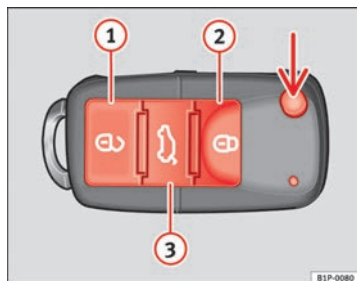

Abb. 64 Tastenbelegung
Mit der Taste  $\Rightarrow$  Abb. 64 (Pfeil) der Fernbedienung wird der Schlüsselbart ausgeklappt.
Fahrzeug entriegeln  $\Rightarrow$  Abb. 64 ①.
Fahrzeug verriegeln  $\Rightarrow$  Abb. 64 ②.
Heckklappe entriegeln. Die Taste  $\Rightarrow$  Abb. 64 ③ betätigen, bis alle Blinkleuchten am Fahrzeug kurz aufleuchten. Nach Drücken der Entriegelungstaste  $\Rightarrow$  Abb. 64 ③ können Sie die Heckklappe innerhalb von 2 Minuten öffnen. Nach Ablauf dieser Zeit wird die Heckklappe wieder verriegelt.
Zudem blinkt die Batterie-Kontrollleuchte des Schlüssels  $\Rightarrow$  Abb. 64 auf.
Bei einmaligem Drücken der Taste  $\Rightarrow$  Abb. 64 ① wird nur die Fahrertür entriegelt. Alle anderen Türen bleiben verriegelt. ▶
Bei zweimaligem Drücken der Taste   ⇒ Abb. 64  werden alle Türen entriegelt.
- Betätigen Sie die Taste  => Abb. 64 an der Funk-Fernbedienung.